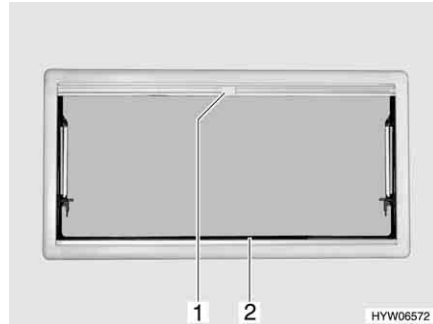

Bild 75 Ausstellfenster
- Die faltverdunklung (Bild 75,2) in der Mitte der Griffleiste fassen, von unten nach oben ziehen und auf der gewünschten Höhe loslassen. Die faltverdunklung bleibt in dieser Höhe stehen.
- Insektenschutzrollo am Griff (Bild 75,1) nach unten ziehen, bis es an der faltverdunklung (Bild 75,2) anstößt.
- Griff (Bild 75,1) am Insektenschutzrollo drücken.